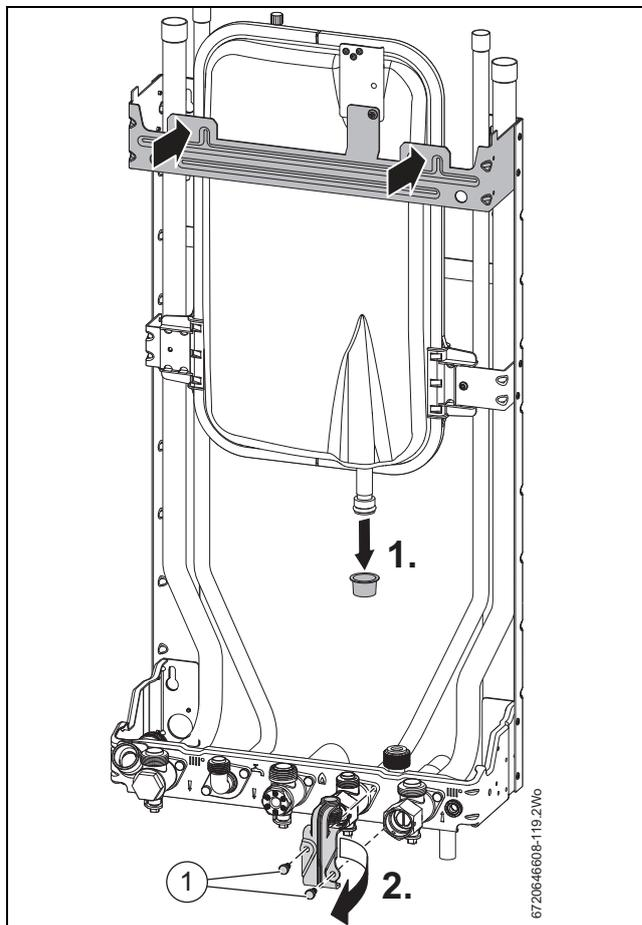

Fig. 31 Puntos de cuelgue
Referirse a la fig. 31
- ▶ Retirar los dos tornillos (1) sosteniendo el soporte de color rojo.
- ▶ Situar los dos tornillos (1) anteriormente retirados y ajustarlos firmemente.
- ▶ La caldera será montada en el bastidor mural usando los dos puntos de cuelgue, indicados en la fig. 31, a la izquierda y la derecha en la parte superior del bastidor mural.